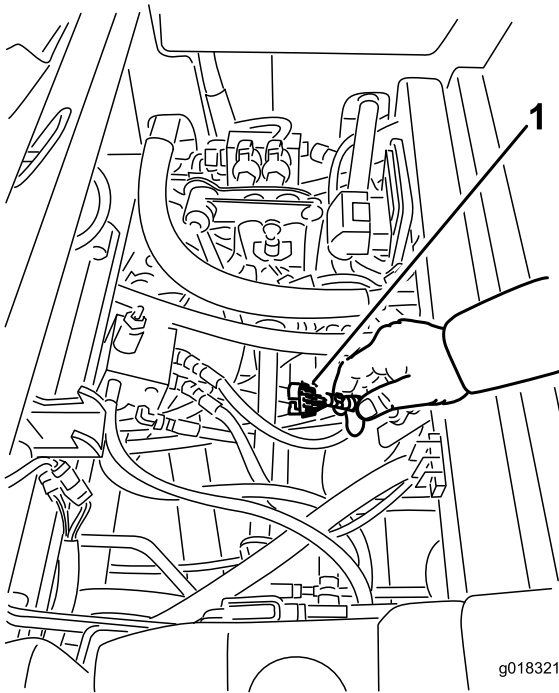

Bild 21
3. Machen Sie den Kabelbaum und die Stecker in der Nähe des Controllers ausfindig (Bild 21).